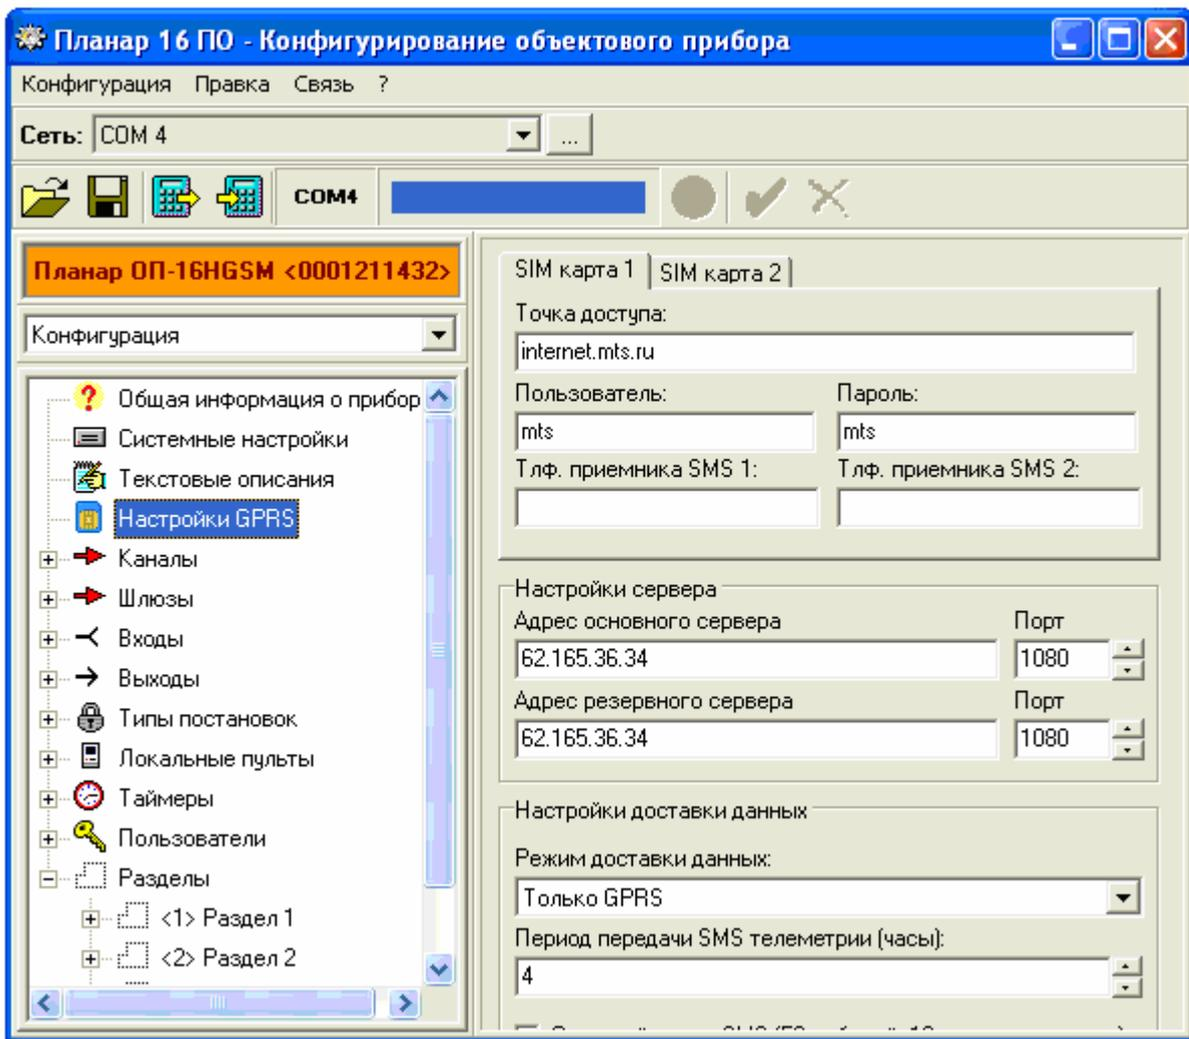

Рис. 12.12 Программирование GPRS настроек
12.2.4.3.1.1. Для редактирования настроек GPRS в дереве конфигурируемых параметров выберите параметр **«Настройки GPRS»** типовое окно программы конфигурирования объектового прибора при изменении настроек GPRS показано на рис.12.12.